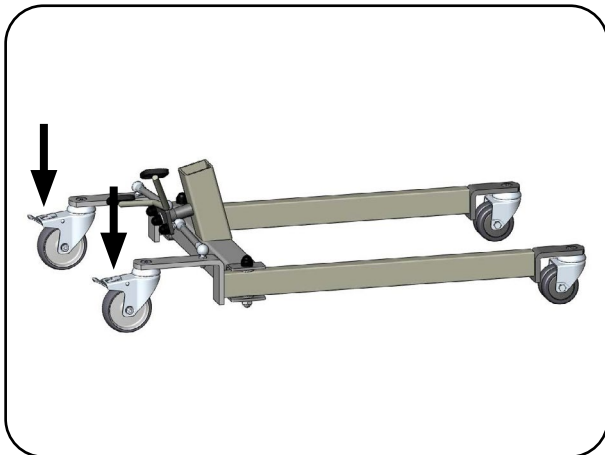

Abb. 6.2.01 – Fahrgestell mit festgestellten Laufrollen
2. Stellen Sie das Fahrgestell mit den Laufrollen auf den Boden (Abb. 6.2.01).
3. Bremsen Sie die beiden hinteren Laufrollen an der Bedienerseite, durch Betätigung des Tritthebels (Abb. 6.2.01); siehe Kapitel Bedienung Abschnitt **Laufrollen**.
15. Lösen Sie die Bremsen der hinteren Laufrollen an der Bedienerseite durch Betätigen des Tritthebels (Abb. 6.2.01); siehe Kapitel Bedienung Abschnitt **Laufrollen**.